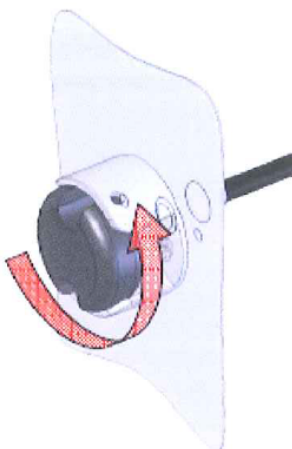

Fig. 28
Étape 6 : Tournez le bouton pour aligner le trou de passage du dispositif de sécurité avec ceux créés sur le support du bouton (Fig. 28).